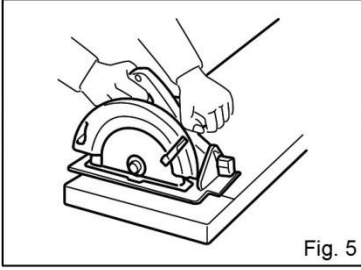

Fig. 5
25. وضع الجزء الأوسع من قاعدة المنشار على هذا الجزء من الشغل الذي يدعم بقوة، وليس على القسم الذي سوف تسقط عندما يتم قطع. على سبيل المثال، يوضح (Fig. 5) الطريقة الصحيحة لقطع نهاية اللوح، (Fig. 6) الطريقة الخاطئة.